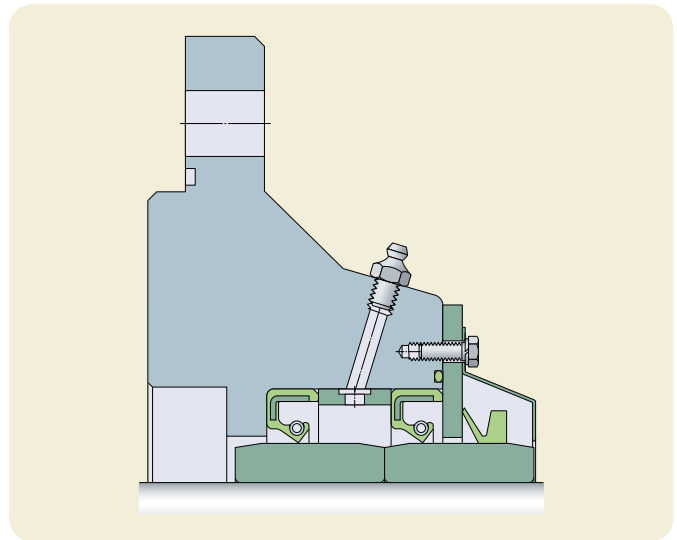

Fig. 9 – Dispositif d'étanchéité pour un environnement difficile
- 2 Plusieurs petites barrières pour une protection en cascade sont préférables à une seule barrière haute performance (**fig. 9**). En effet, une barrière n'est jamais à l'abri d'une défaillance, en particulier en présence de frottement et, par conséquent, d'usure.
Mon dispositif d'étanchéité préféré pour les environnements difficiles est similaire à celui de la **fig. 9**. Deux bagues à lèvres sont montées en tandem, les lèvres vers l'extérieur, pour permettre l'écoulement de l'excès de graisse. En s'échappant, la graisse lubrifie la lèvre du joint et repousse les contaminants. De la graisse neuve est introduite entre les deux joints. Ce type de dispositif est souvent utilisé dans des applications à faible vitesse. Dans ce cas, les roulements n'ont pas nécessairement besoin d'être lubrifiés aussi souvent que les joints ce qui contribue aussi à réduire la consommation de graisse. Il est aussi possible d'utiliser des graisses différentes pour les roulements et les dispositifs d'étanchéité. Par exemple, utilisez pour les roulements une graisse à haute viscosité qui contient des additifs solides, comme la graisse SKF LGEV 2 et la graisse SKF LGHB 2, qui présente une bonne stabilité mécanique mélangée à l'eau et d'excellentes propriétés anti-corrosion, pour le dispositif d'étanchéité. Dans ce montage, le joint V-ring et le couvercle agissent comme des déflecteurs pour minimiser la contamination qui risque d'accélérer l'usure de la lèvre, au niveau de l'étanchéité de droite. Il s'agit là d'un parfait exemple du principe de barrières en cascade. Le couvercle protège le joint V-ring, qui lui-même protège le joint de droite, qui protège la graisse, qui protège le joint de gauche. Les manchons d'usure sont montés avec un jeu légèrement serré et de la pâte d'étanchéité.